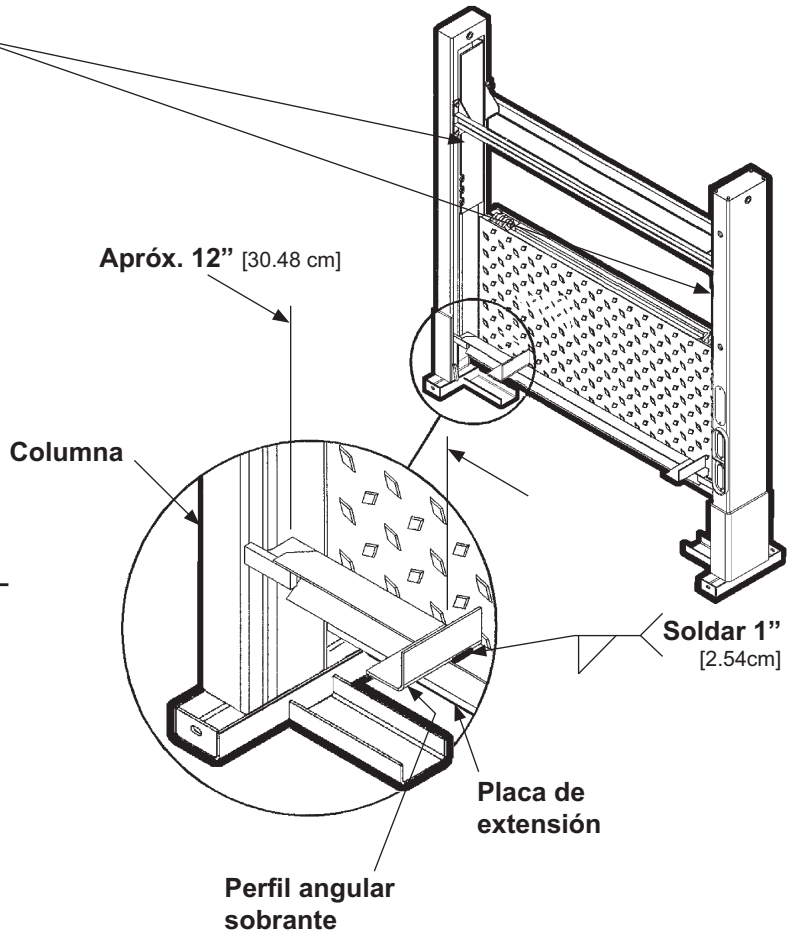

FIG. 3-1
1. Suelde 2 piezas de perfil angular de 10" x 2" a la superficie superior de la placa de extensión cerca de la columna izquierda como se muestra en la FIG. 3-1 y de la misma manera cerca de la columna derecha. El perfil angular ayuda a mantener la placa de extensión a ras con la parte superior de la cama del vehículo mientras instala el elevador hidráulico.